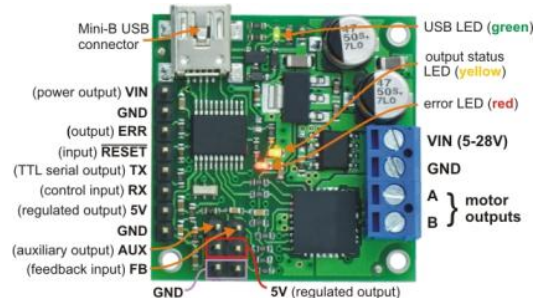

Figura 3.1 Pololu Jrk 21v3 USB Controller Device
El Pololu Jrk 21v3 (Ver Figura 3.1) es un dispositivo altamente configurable que sirve para controlar motores de corriente continua, esta tarjeta soporta cuatro modos de interfaz con el usuario: USB, comunicación serial, voltaje analógico, y radio control (RC). El controlador se puede utilizar con retroalimentación para conformar un control a lazo cerrado de velocidad o posición, o puede ser utilizado sin realimentación como un control de velocidad de lazo abierto.